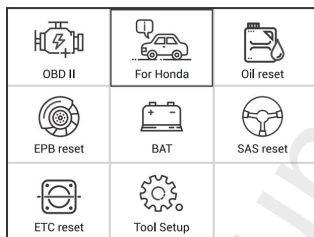

Rysunek 1
(1) Wybierz opcję [Brake Pad Replacement] bezpośrednio z menu składającego się z dziewięciu pól. (Rysunek 1)